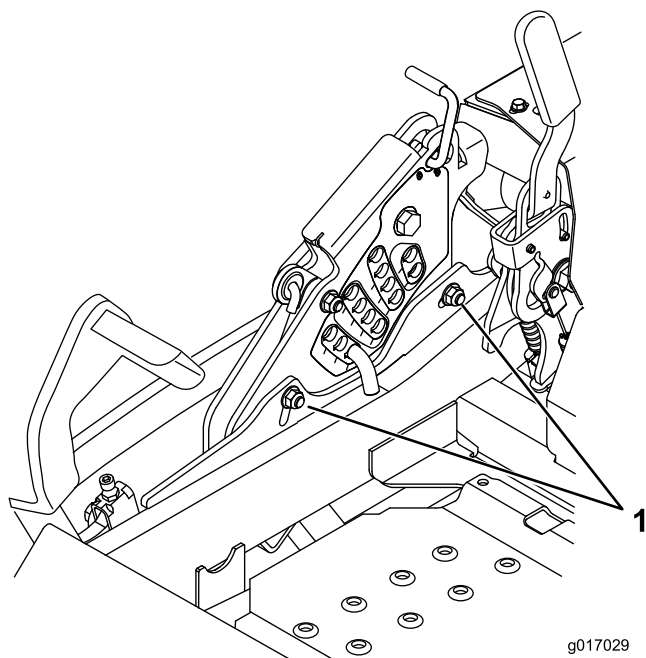

Figure 87
12. Pour régler le système monopoint, desserrez les 2 boulons au bas de la plaque de hauteur de coupe. Voir la Figure 87.
14. Serrez les 2 boulons au bas de la plaque de hauteur de coupe (Figure 87). Serrez à un couple de 77 à 45 Nm.